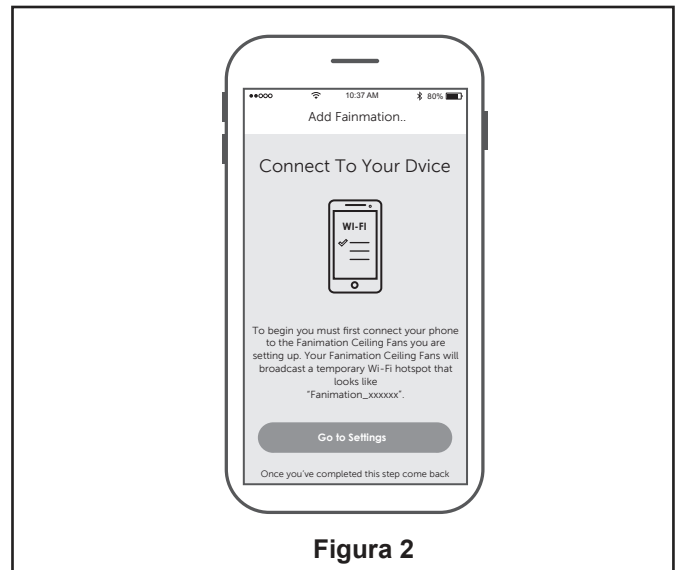

Figura 2
2. En este paso, el receptor Wifi de su ventilador de techo debe estar instalado y dentro del rango de su router Wifi. Con la App abierta, seleccione "añadir dispositivo". (Figura 2)